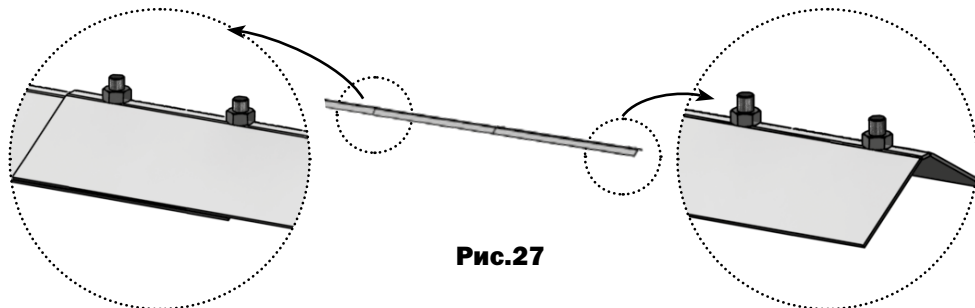

Рис.27
**10.** Детали конькового профиля стыкуются в длину с установкой резьбового конца винтов наружу (**рис. 27**).